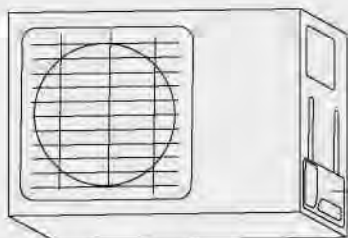

Fig. 5.9
1. Dévissez le couvercle de la soupape enveloppée sur le côté de l'unité extérieure. (Voir Fig. 5.9)